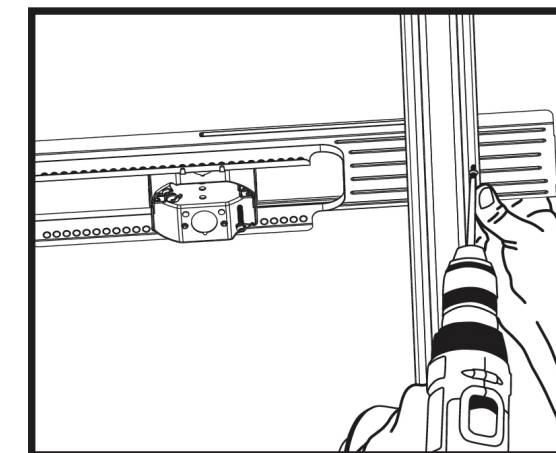

Figure 4
6. Vissez l'autre extrémité du support à travers la fourrure de métal (Figure 4).